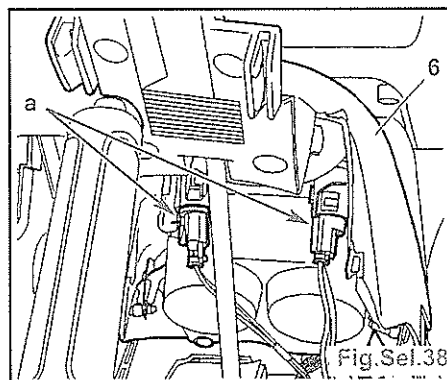

Fig.Sel.38
- les vis (3),
- le pommeau de levier de vitesses (4).
- Déclipper, puis déposer le soufflet (5) du levier de vitesses.
- Dégager la console centrale (6) (Fig.Sel.38).